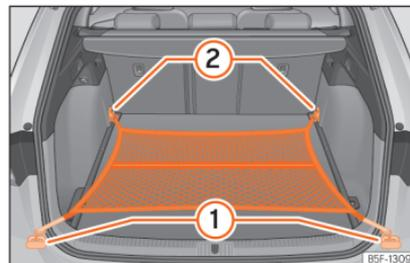

Fig. 135 Na bagageira: rede de separação en-
- Fixe os ganchos da rede nas argolas de fixação ① e ② »» Fig. 135 »» ⚠. O fecho de correr do saco deve ficar voltado para cima.